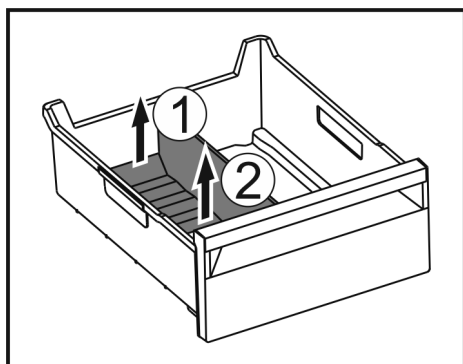

Fig. 211
- Hinteren Teil des Eisfach-Trenners anheben. Fig. 211 (1)
- Eisfach-Trenner nach oben entnehmen. Fig. 211 (2)